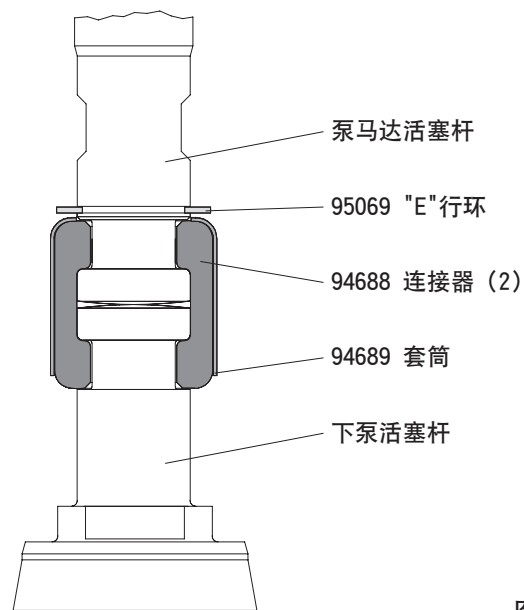

图 2
- 使用 e 形环钳, 尽量向上滑动 "e" 形环, 使套筒向上移动, 松开两个连接器 (参看图 2)。